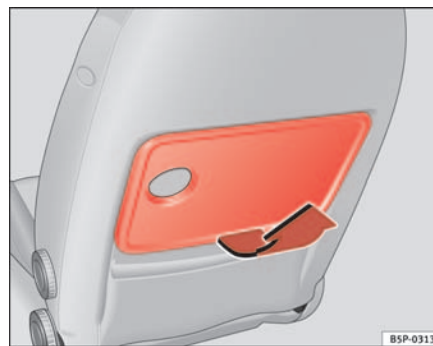

Fig. 102 Mesita plegable del asiento delantero izquierdo
- Para utilizar la mesita levántela hacia arriba en la dirección de la flecha ⇒ fig. 102. ►